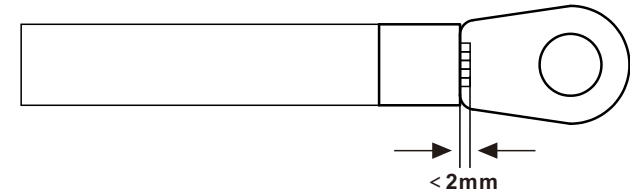

图5.8 线缆压接
4. 将剥去绝缘层的线芯穿入OT 端子的导体压接区内，并用液压钳压紧（如图5.8）。